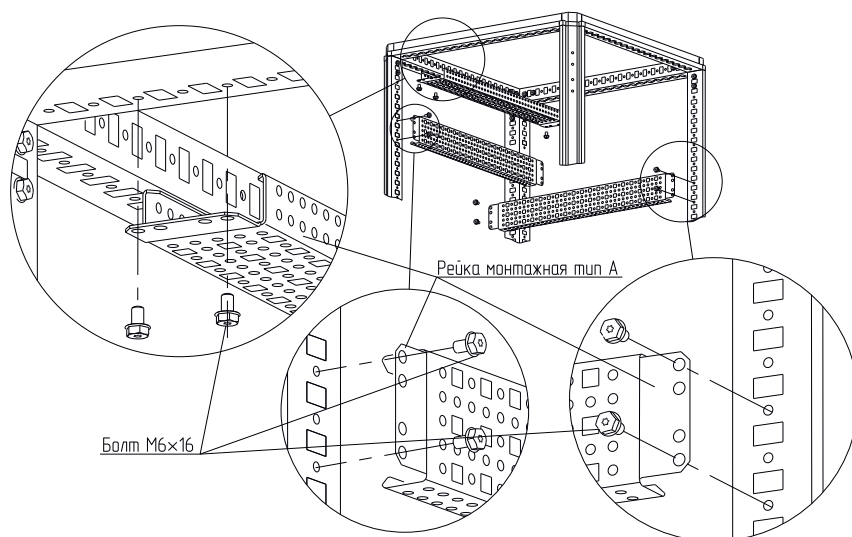

Рисунок 3
- 4.1.2 Приложить рейку монтажную тип А к стойкам каркаса на нужной высоте или к профилям крыши и закрепить самонарезающими болтами М6×16 (рисунок 3). Момент затяжки – 7 Н·м. Болты приобрести отдельно.